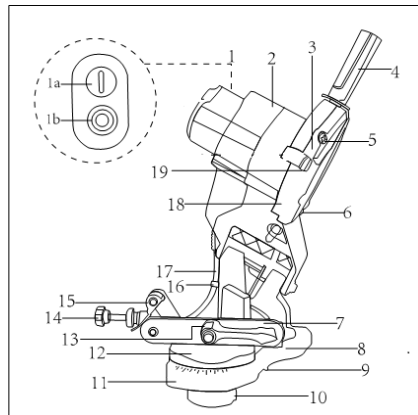
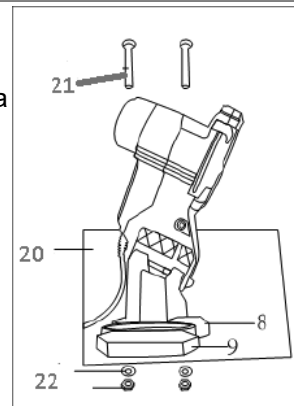

Рис.1
Рис.2
Расположите станок на рабочем столе, уперев выступы основания (9) (рис.1) в край стола. Разметьте на поверхности стола положение крепёжных отверстий. Просверлите отверстия. Прикрепите станок к рабочему столу (рис.2) через два крепежных отверстия в основании. Смонтируйте блок установки цепи (12) на основании (8) и накрутите снизу гайку (10). Прикрутите рукоять (4) к шлифовальной головке(2). (рис.1)
Открутите три винта (5) (рис.4) и снимите защитный кожух (3) (рис.1). Открутите гайку (24), прижимающую шлифовальный круг (25) (рис.4). Установите новый диск на фланец (26) (рис.4). Закрутите гайку (24) (рис.4). Чрезмерная затяжка может привести к повреждению или разрушению диска. Установите защитный кожух и прикрепите тремя винтами.